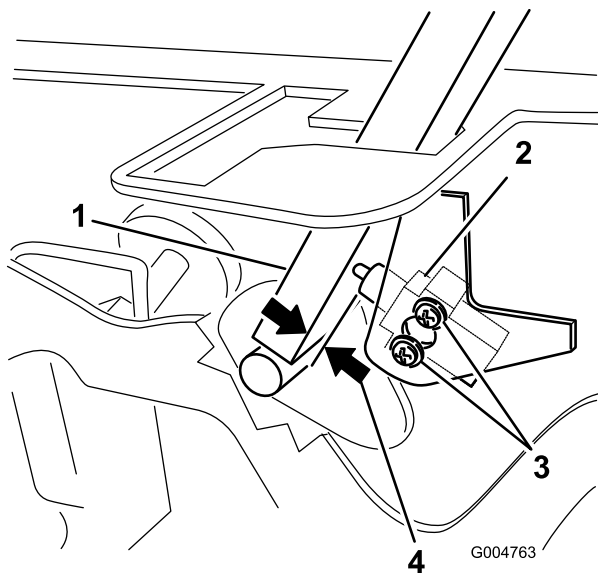

Рисунок 54
3. Ослабьте 2 винта крепления переключателя блокировки (Рисунок 54).
4. Удерживая рычаг управления прижатым к раме, переместите переключатель в направлении рычага, пока расстояние между рычагом и корпусом переключателя не станет равным 0,4 – 1 мм (Рисунок 54).